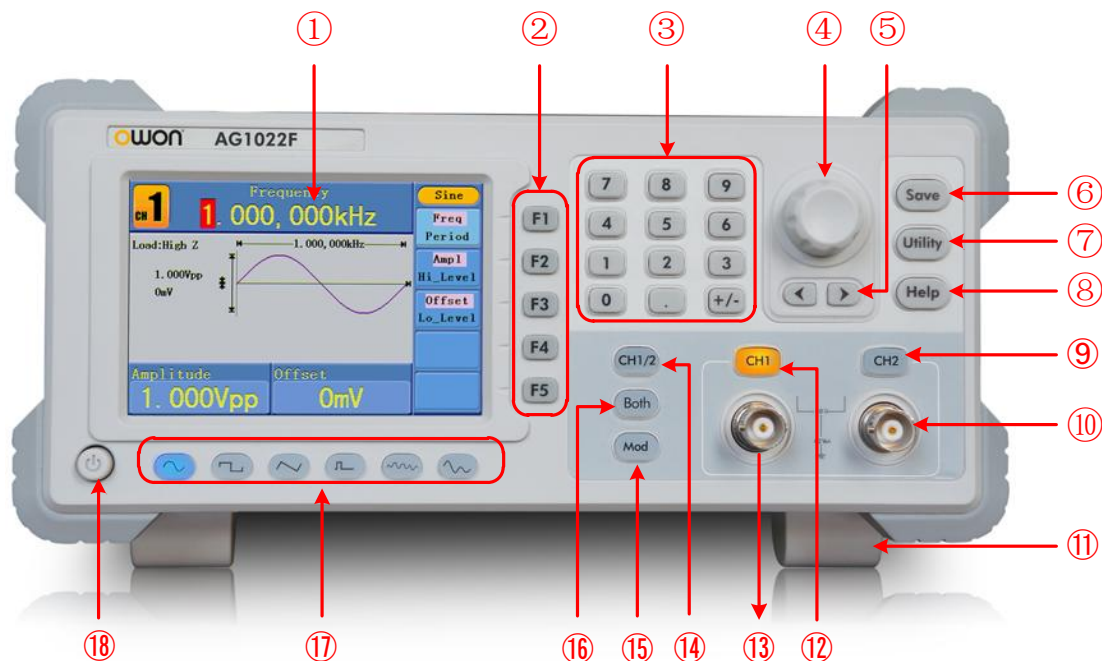

Figure 0-Aperçu panneau avant
Déplier les pieds réglables à l'arrière du générateur, point ① de la *Figure 0-*.